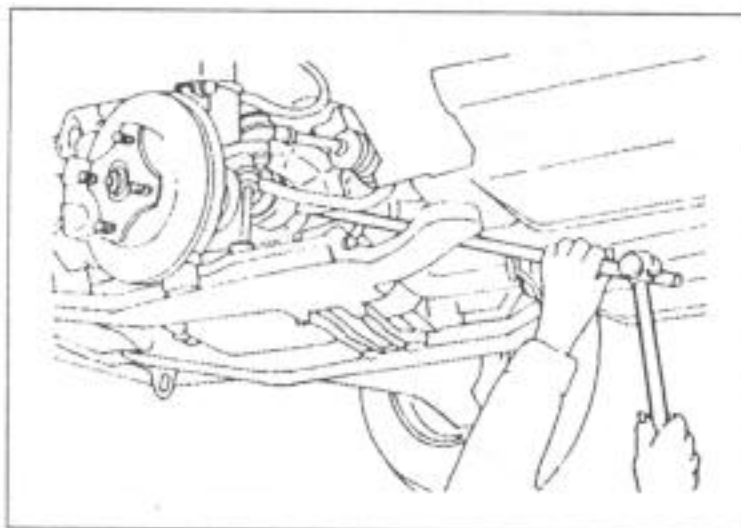

Рис. 166.
- Левый приводной вал вывести из зацепления с коробкой передач следующим образом — Вставить лопатку для монтажа шин между шарниром приводного вала и корпусом коробки передач, как это показано на рис.166, и